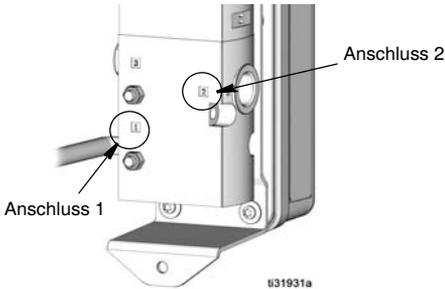

ABB. 24
3. Luftzufuhrleitung von Anschluss 1 am Magnetventil (14) und Luftleitung der Pumpe von Anschluss 2 trennen (ABB. 24).